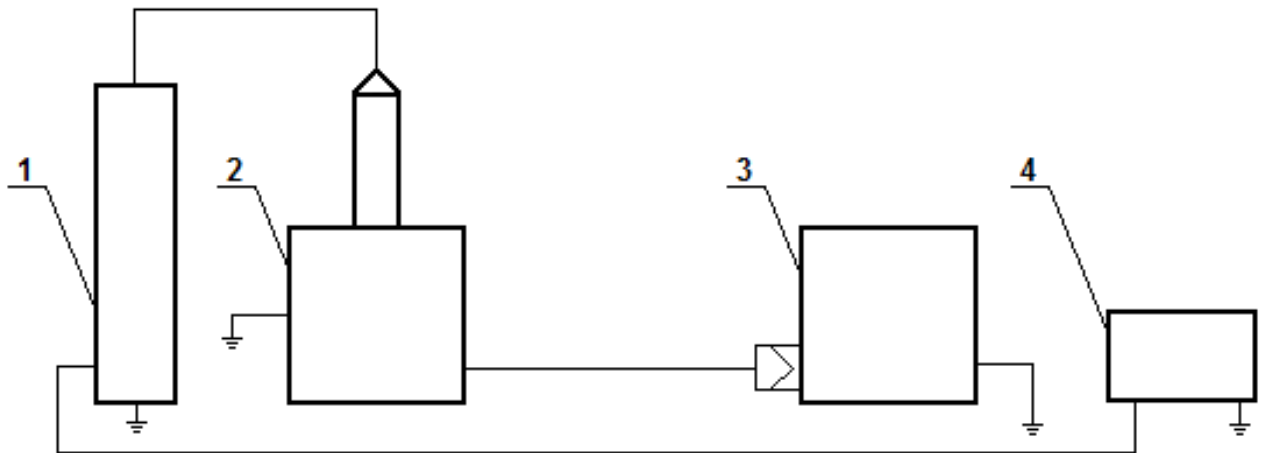

Рисунок 2 Схема соединения приборов при определении относительной погрешности измерения действующего значения напряжения переменного тока частотой 50 Гц, где:
5.3.2.1 Собрать схему, приведенную на рис. 2. Работы по сборке схемы производить при подведенной к выводу высоковольтного блока заземляющей штанге.